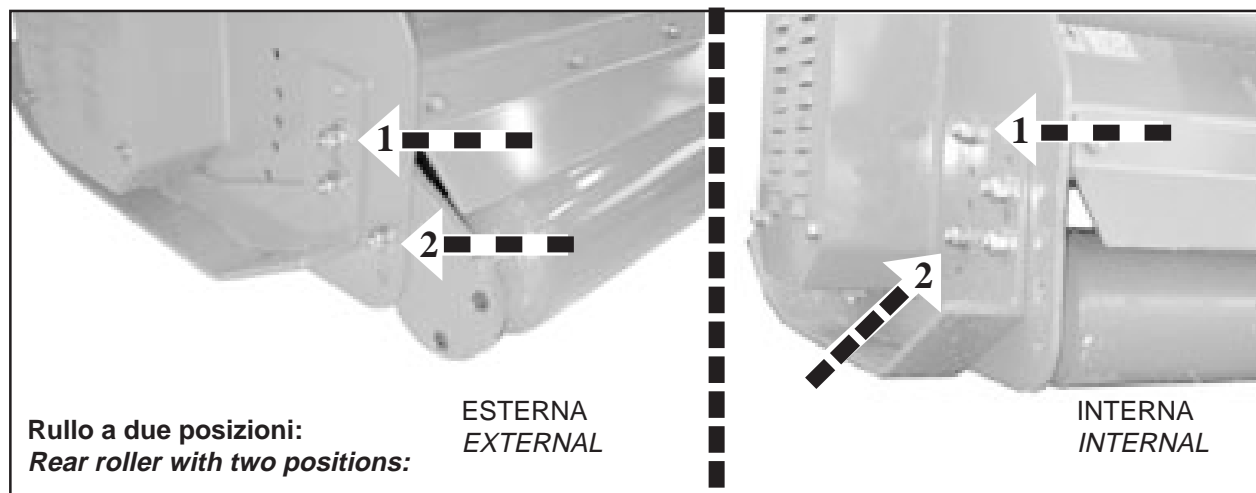

Fig. 25
La macchina è fornita di rullo posteriore (Fig. 25) a due posizioni, interna ed esterna, nella posizione esterna è dotato di raschifango regolabile manualmente, nella posizione interna il raschifango non è più necessario in quanto viene pulito automaticamente dagli utensili in rotazione della macchina.
*The machine is equipped with a rear roller (Fig. 25) with two positions, internal and external. In the external position, it has a manually adjusted mud scraper. The mud scraper is no longer necessary in the internal position as the spinning tools of the machine carry out the cleaning process automatically.*
Die Maschine ist mit einer hinteren Walze (Abb. 25) mit zwei Stellungen versehen, mit einer inneren und einer äußeren. In der äußeren Stellung ist ein von Hand zu betätigender Schlammabkratzer vorhanden. In der inneren Stellung ist dieser Abkratzer nicht erforderlich, weil die Reinigung automatisch durch die sich drehenden Werkzeuge erfolgt.
*La machine est équipée d'un rouleau arrière (Fig. 25) à deux positions, interne et externe. Dans sa position externe il est doté d'un racleur de boue réglable manuellement, mais dans la position interne le racleur n'est plus nécessaire car il est nettoyé automatiquement par la rotation des outils de la machine.*
La máquina está dotada de un rodillo trasero (Fig.25) con dos posiciones, interna y externa; en la posición externa está dotado de un rascador de fango regulable manualmente; en la posición interna el rascador de fango no es necesario ya que se limpia automáticamente mediante los útiles en rotación de la máquina.